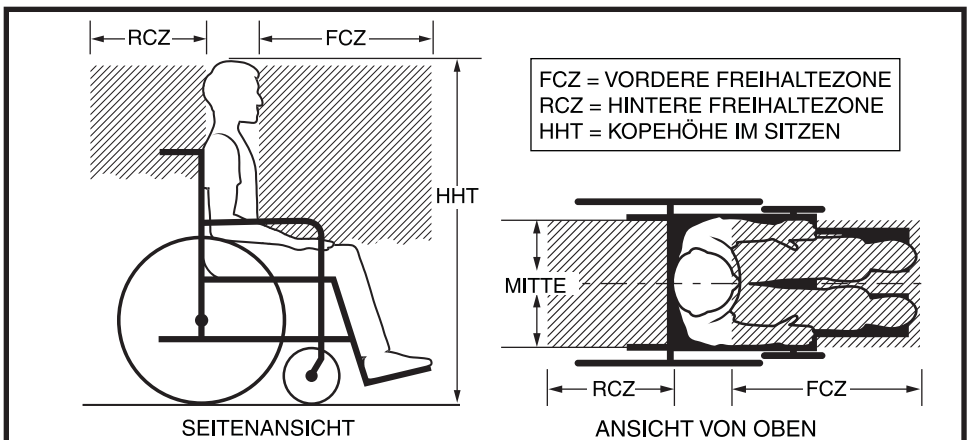

Abb. 12. Empfohlene für Rollstuhlfahrer
- Die vordere Freihaltezone wird vom vordersten Punkt des Kopfs des Fahrers aus gemessen und sollte mindestens 66 cm (26 Zoll) umfassen, wenn sowohl ein Becken- als auch ein Schultergurt verwendet werden. **Siehe Abbildung 12.**
- Die hintere Freihaltezone (RCZ) wird vom hintersten Punkt des Kopfs des Fahrers aus gemessen und sollte mindestens 40,64 cm (16 Zoll) umfassen. **Siehe Abbildung 12.**
- Die Kopfhöhe im Sitzen (HHT) reicht von etwa 120 cm (47 Zoll) bei einer kleinen Frau bis zu etwa 155 cm (61 Zoll) bei einem großen Mann. **Siehe Abbildung 12.**